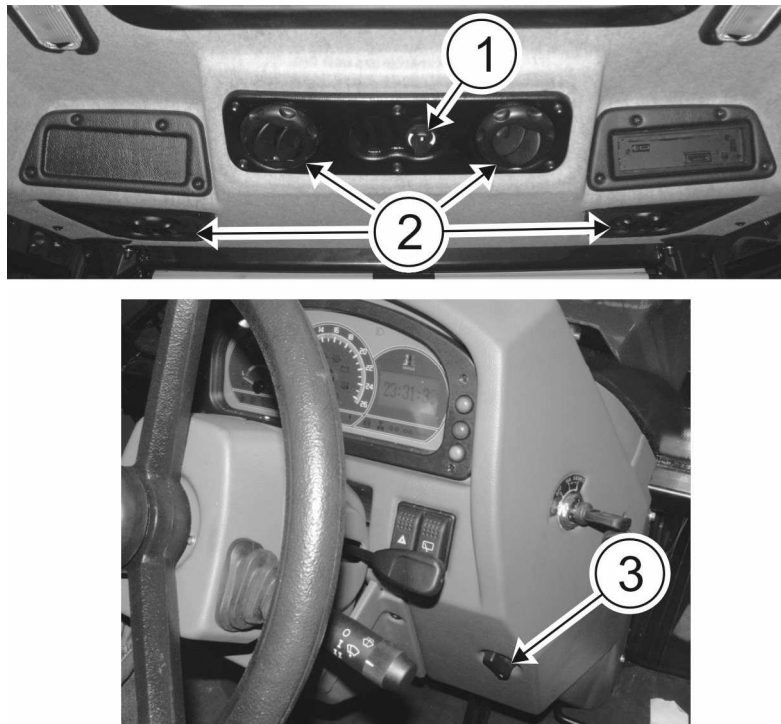

ABB. 3.26 Belüftung und Heizung der Kabine
Bei Temperaturen über 0 soll der Drehknopf für die Luftaufblasentemperatur **3 (ABB. 3.26)** ausgeschaltet werden, weil das Belüftung der Kabine eingeschaltet ist.
- Für die Verbesserung der Beheizungswirksamkeit der Kabine den Lüfter **1** einschalten (**ABB. 3.26**) und die Lufteinlassblenden **2 optimal einstellen (ABB.3.26)**;
- Den Drehknopf **3 (ABB. 3.26)** auf die gewünschte Position einstellen.